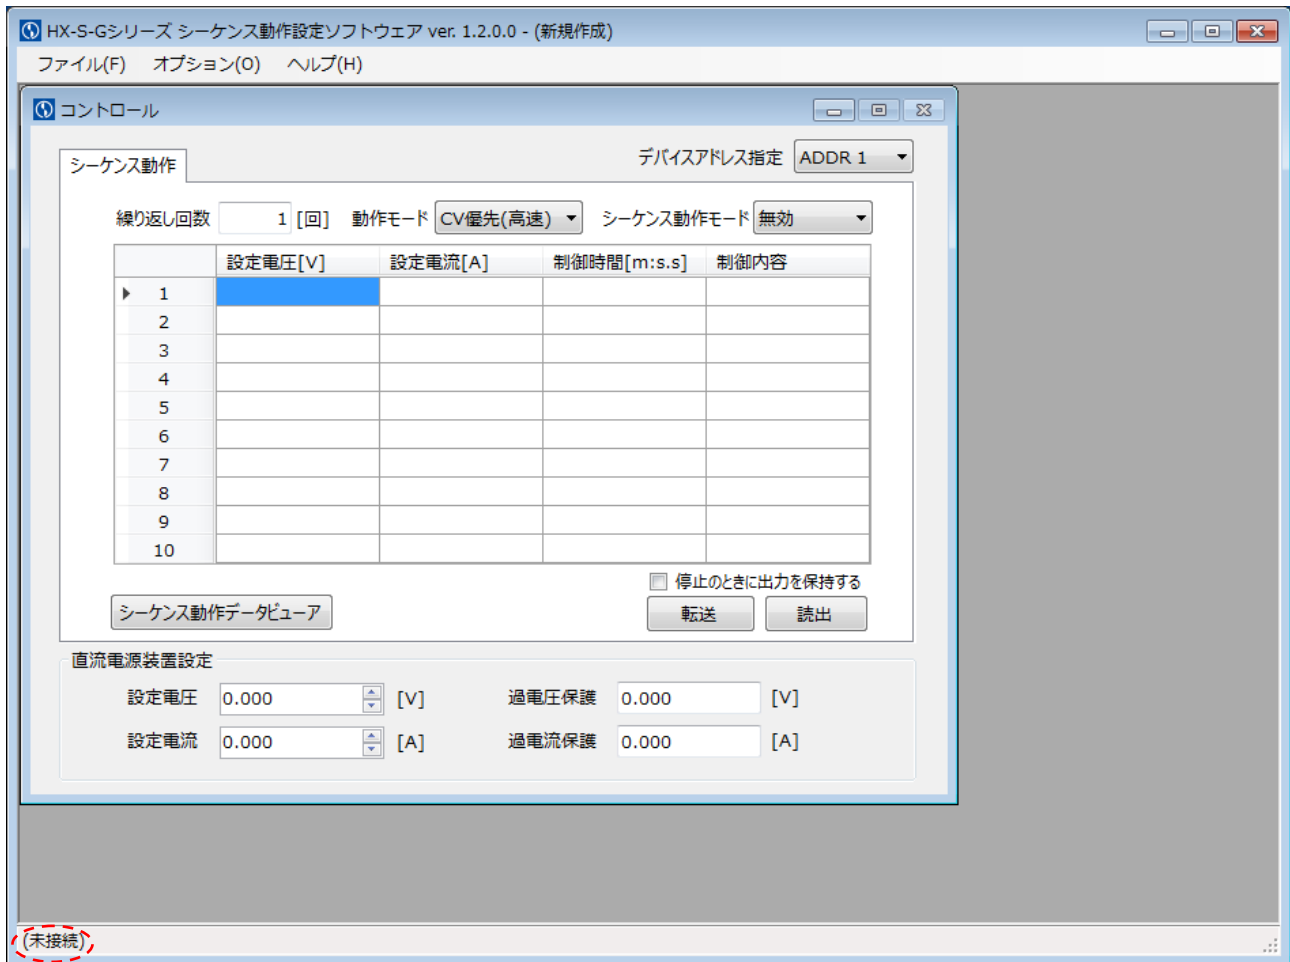

図 3-3 オフライン状態
- (2)装置との接続に失敗し、ソフトウェアがオフライン状態(図 3-3 点線部が「未接続」)で起動した場合、下記に示す原因の対処を行ってください。
対処後、図 3-3 下部の「(未接続)」表示をクリックすることで、接続のリトライが行えます。